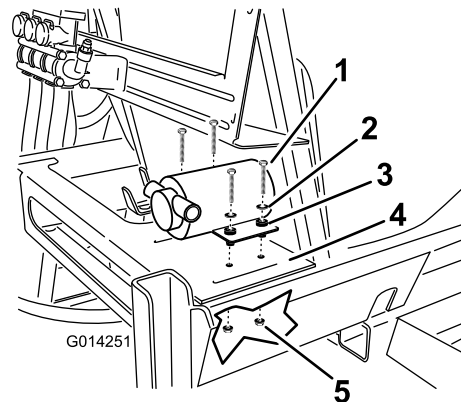

Bild 19
1. Die Pumpe finden Sie in den losen Teilen. Befestigen Sie sie am Behälterrahmen auf der Plattform hinten rechts vom Hauptbehälter (Bild 19).
2. Befestigen Sie die Pumpe mit vier Schrauben, vier Scheiben und vier Sicherungsmuttern am Rahmen (Bild 19).